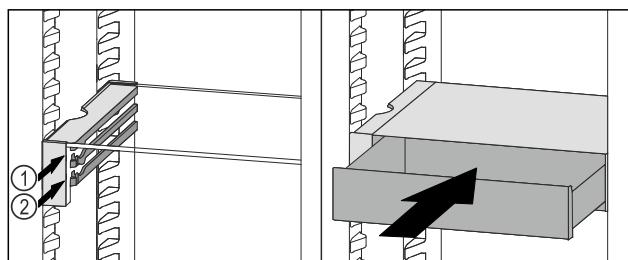

Fig. 106
- Predal VarioSafe namestite za zaustavljalnimi elementi na želeni nastavek Fig. 106 (1) ali Fig. 106 (2).